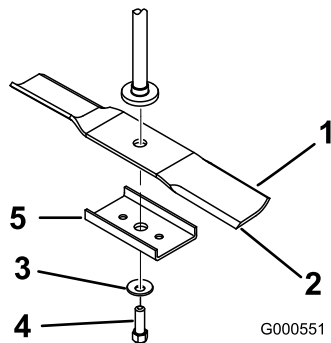

Figura 56
Segure na extremidade da lâmina, utilizando um trapo ou uma luva grossa. Retire a cavilha da lâmina, a anilha curva, esticador de lâmina e lâmina do eixo (Figura 56).
1. Instale a lâmina no veio (Figura 56).
2. instale um esticador de lâmina, a anilha curva (lado oval virado para a lâmina) e o parafuso da lâmina (Figura 56).